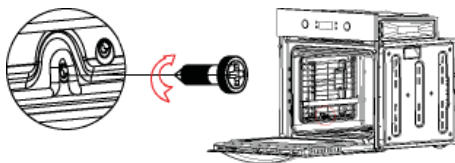
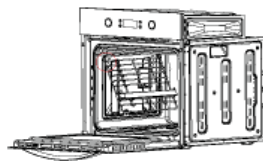

figura 1
figura 2
1) Allentare la vite di fissaggio del supporto della griglia con un cacciavite, come illustrato nella figura 1.
2) Sollevare il supporto della griglia di circa 30° rispetto alla cavità, quindi estrarlo dalla cavità; estrarre allo stesso modo l'altra piastra laterale, come illustrato nella figura 2.
1) Introdurre la griglia nel foro di montaggio della piastra laterale del telaio principale, come illustrato nella figura 2. Serrare la vite con un cacciavite, quindi, allo stesso modo, completare il montaggio dell'altra piastra laterale, come illustrato nella figura 1.